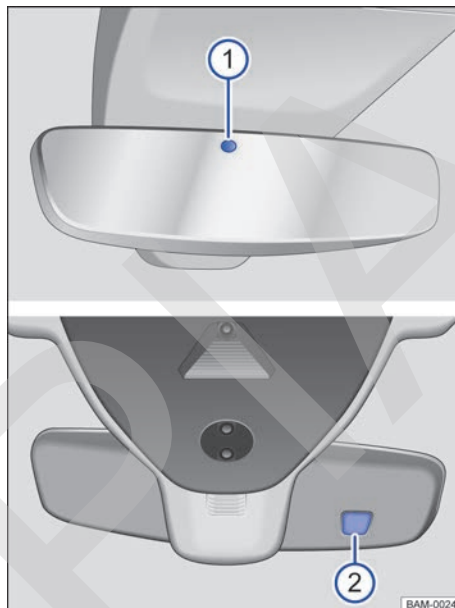

Fig. 124 En el parabrisas: retrovisor interior antideslumbrante automático.
Con el encendido conectado, los sensores miden la incidencia de la luz por detrás → **fig. 124** ① y por delante ②.